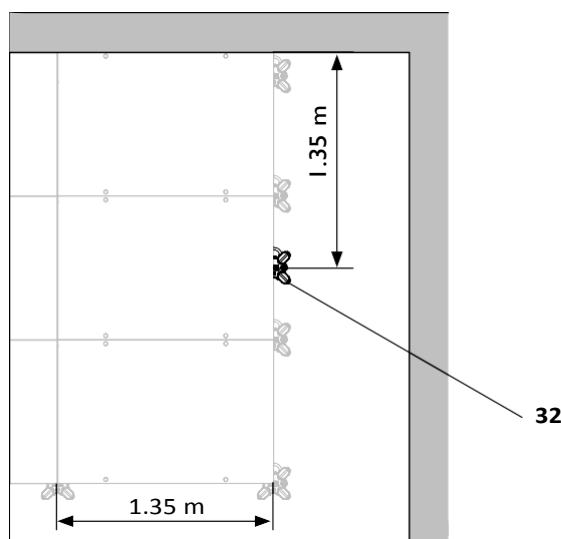

Fig. D3.01
1. Монтирайте кофража с елементи DP (10) доколкото е възможно, виж секция D2. (Fig. D3.01)
2. В зависимост от оставащия размер изберете стандартен или с малка широчина елемент (10). Монтирайте го напречно на другите. Запазете областта за изкърпване възможно най-малка.
3. Монтирайте реброто за вложка 18 DFS (16) на дългата страна на елемента с 2 съединителя DUO (21). Зъбите да сочат обратно на бетона.
1. Поставете подпора с преподпираща глава DFH (32) наклонета навътре в края на елемента и я изправете навън. Разстояние 1.35 m. (Fig. D3.01)